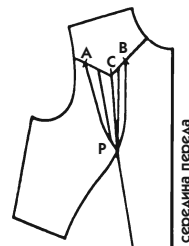

Рис. 485
- В этой связи упростите работу по разрезанию, когда полоски заканчиваются очень узким углом: проведите прямую центральную линию от точки Р до засечки С, остальные линии слегка изогните, как показано на рис. 485, оставляя между ними расстояние 1 мм у точки Р.